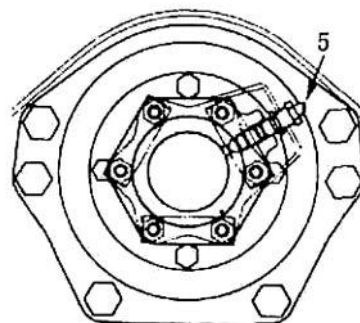

Рис. 7-7
В корпусе пружины (Рис. 7-7) имеется стакан для введения смазки (5). Если требуется увеличить натяжение, ввести консистентную смазку в стакан (5) при помощи шприца. При необходимости ослабить натяжение, повернуть стакан (50 примерно на 360°), смазка выльется.